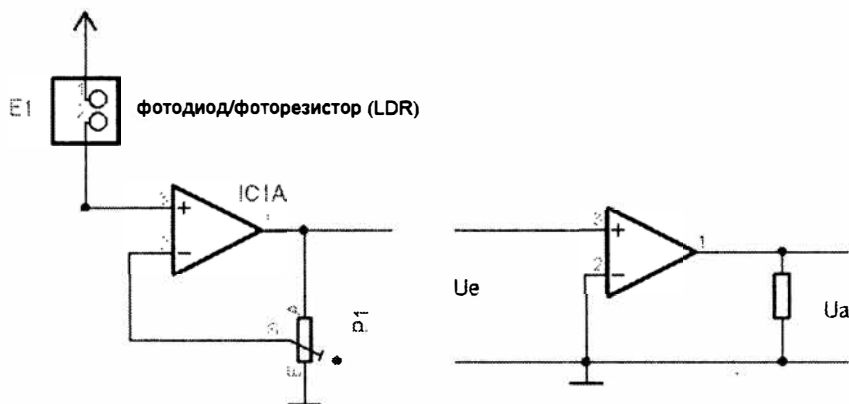

Рис. 10.12
3. Потенциометр P1 находится в крайнем нижнем по схеме положении (рис. 10.12, слева). Коэффициент усиления в этом случае будет иметь очень большое значение (в идеале оно считается бесконечно большим), определяющееся коэффициентом усиления самого ОУ (см. рис. 10.12, справа). Если потенциометр устано-